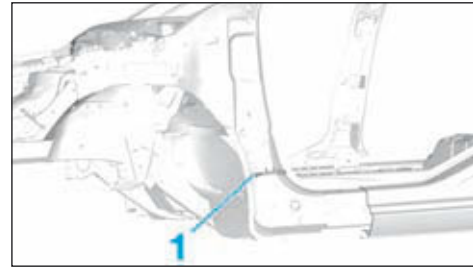

FIG.67
- Poser l'insert gonflant (1) (Fig.67).